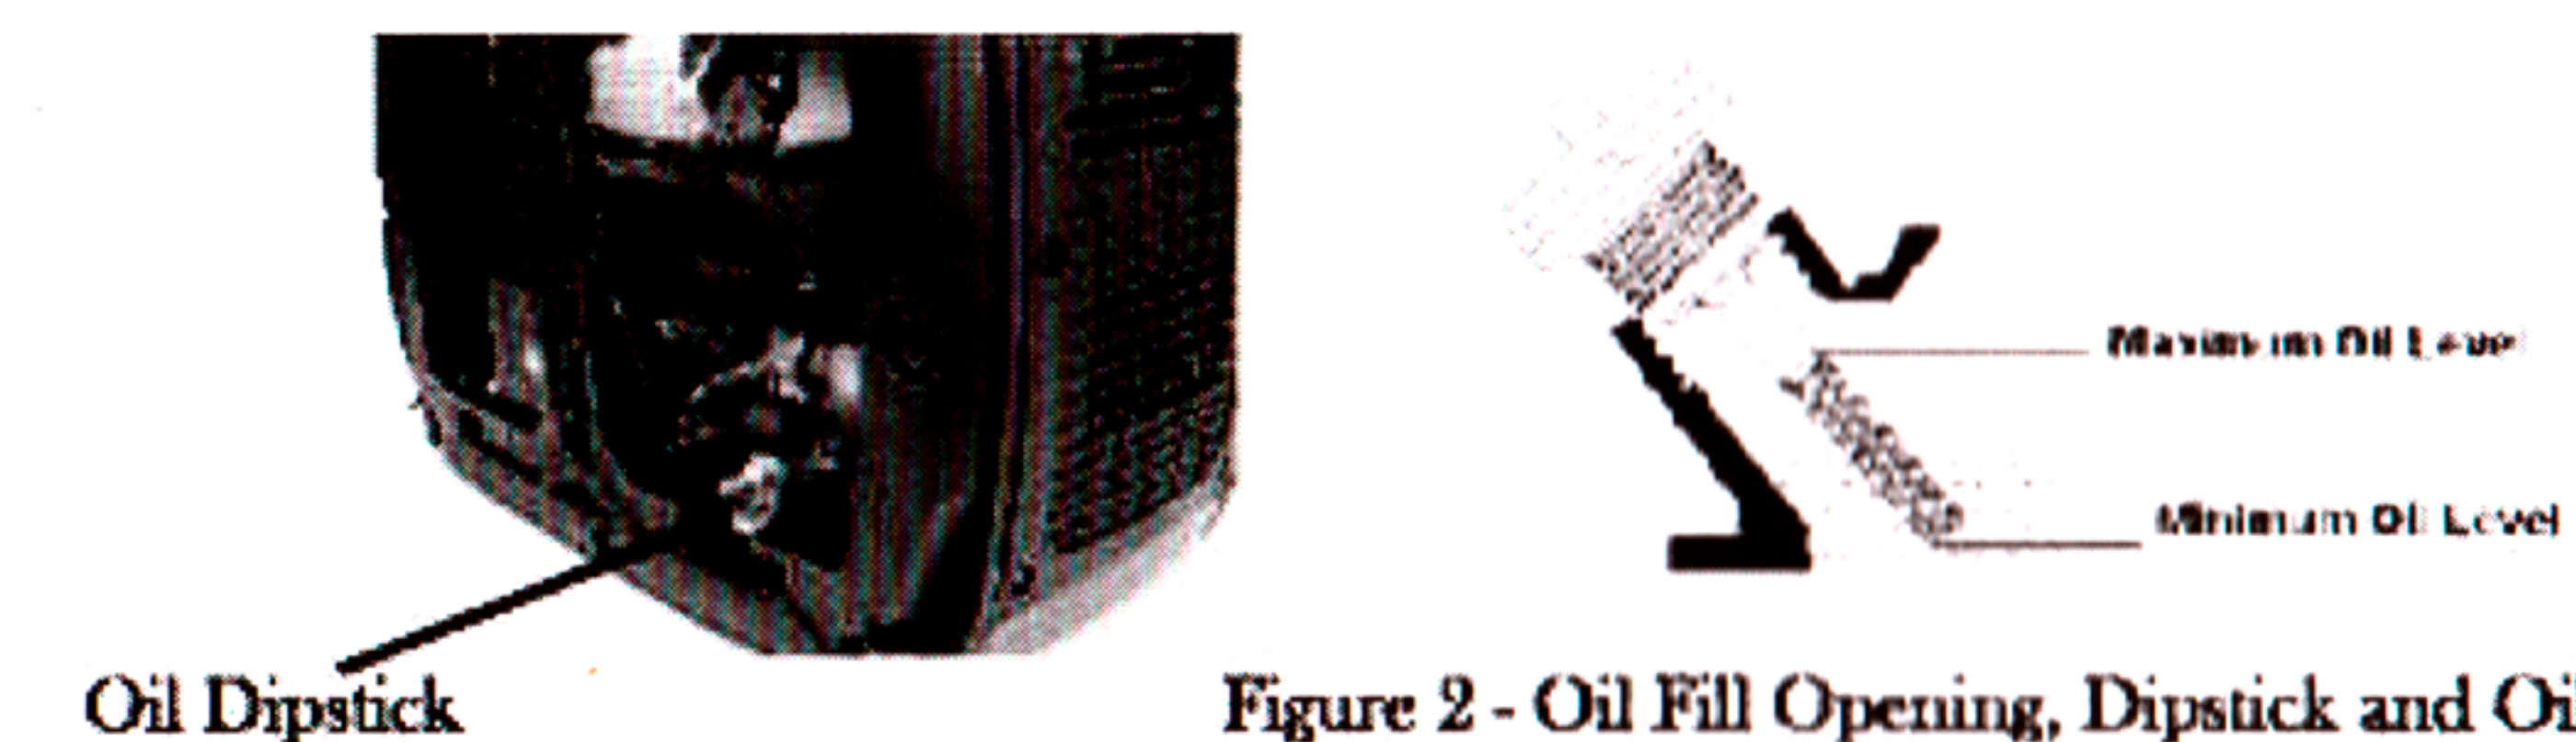

Figure 2 - Oil Fill Opening, Dipstick and Oil Level
2. Откройте панель доступа. Выньте щуп из двигателя. (Рис. 2)
3. Медленно добавляйте масло, чтобы довести уровень до полного. (Рис. 2).
5. Медленно добавляйте больше масла и повторяйте шаг 4 до тех пор, пока отметка масла не достигнет верхней части щупа (рис. 2). Не заполняйте картер чрезмерно. Генератор оснащен датчиком низкого уровня масла и не запустится, если количество масла будет достаточным